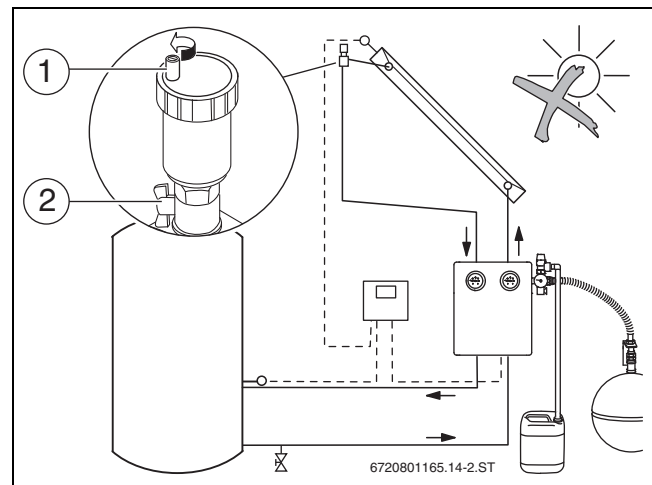

Bild 37 Entlüfter öffnen
- ▶ Rechten Kugelhahn [2] an der Solarstation und Kugelhahn am Entlüfter (→ Bild 37, [2]) schließen.